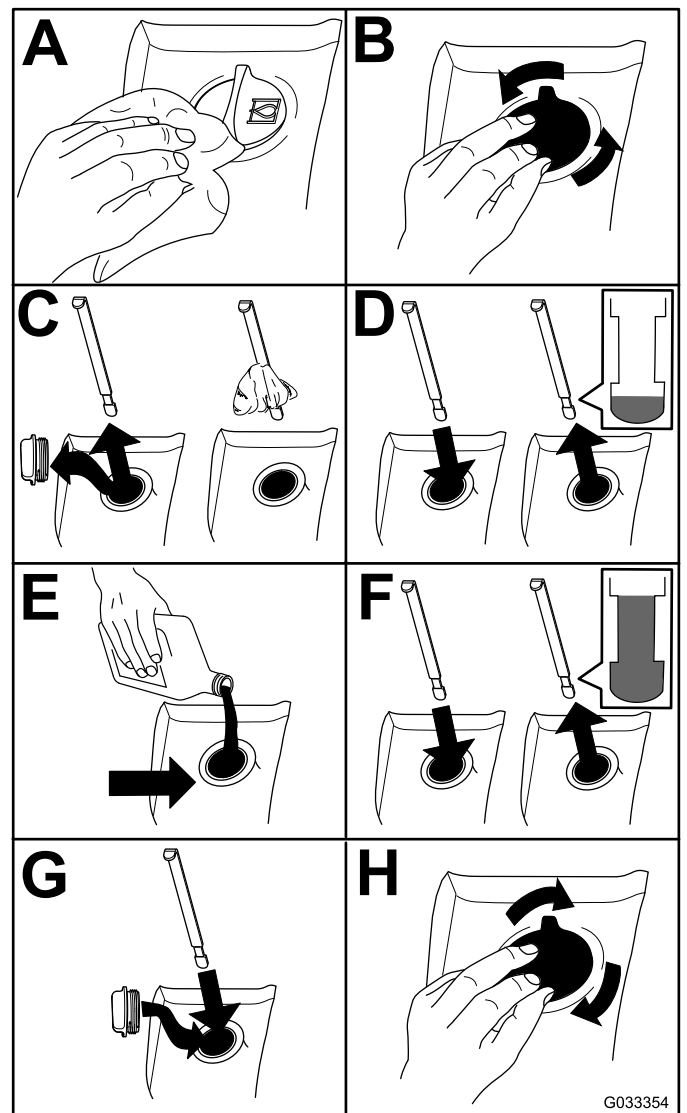

Figura 96
2. Controllare il livello del fluido idraulico (Figura 96).